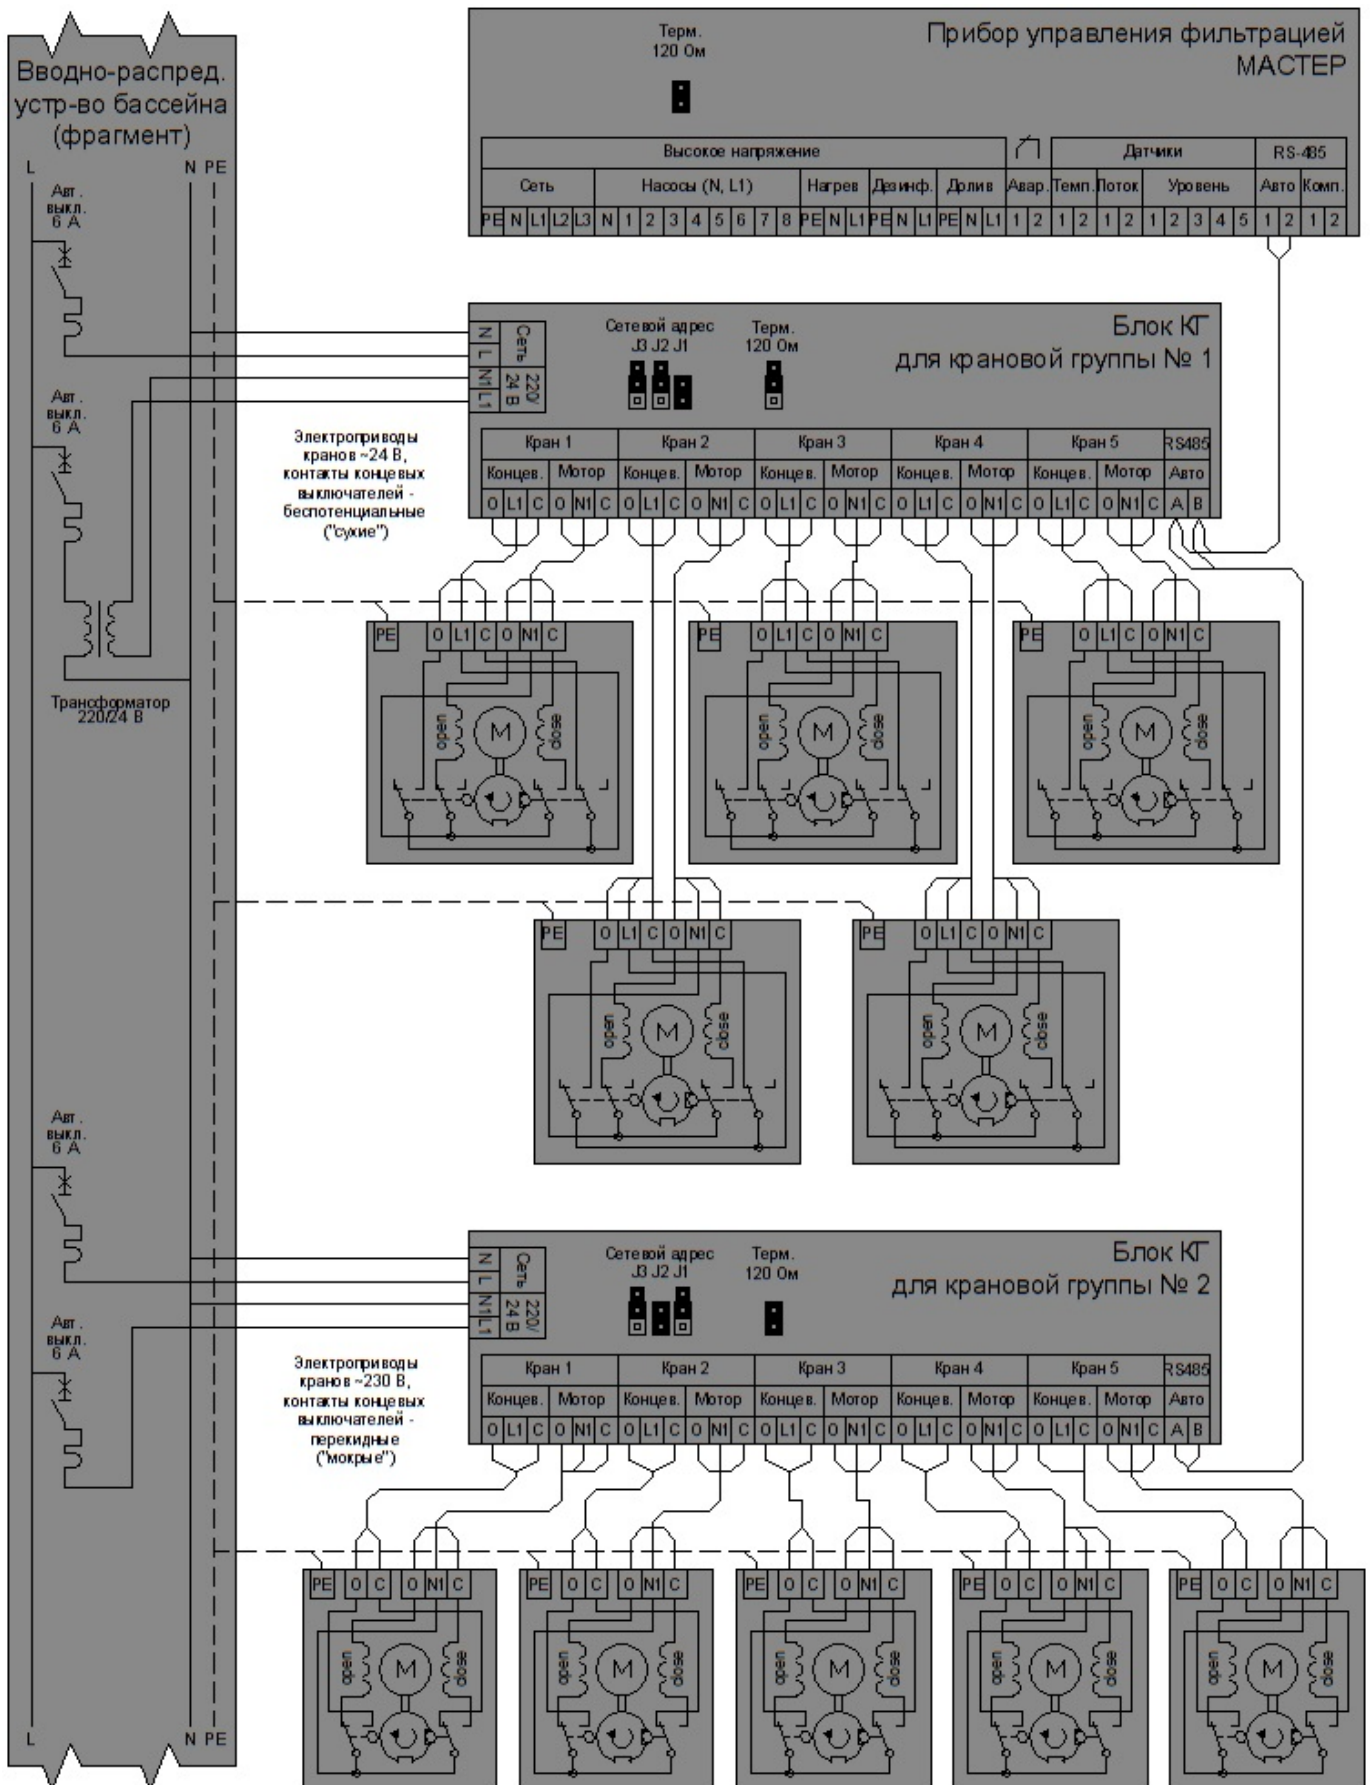

Рис.4.3-4 Схема подключения блоков КГ для разных типов электроприводов кранов
Примеры подключения блока КГ и электроприводов кранов изображает схема на рис. 4.3-4. Эта схема даёт наглядное представление по следующим вопросам:
На схеме рис.4.3-4 для прибора управления фильтрацией МАСТЕР показано только то его соединение, которое используется для управления крановыми группами; остальные соединения прибора МАСТЕР условно не показаны.
- убедиться, что во вводно-распределительном устройстве бассейна выключены автоматические выключатели, относящиеся к блоку КГ (см. рис.4.3-4);